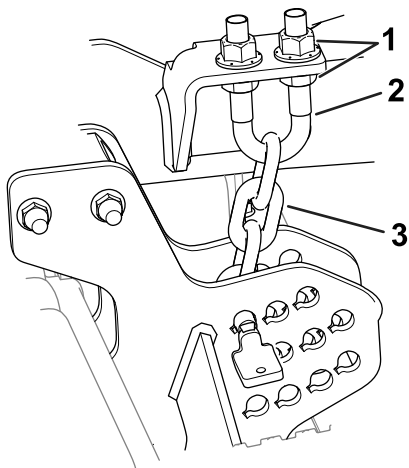

Рисунок 6
6. Ослабьте нижние контргайки на U-образном болте цепи регулировки высоты скашивания (Рисунок 6).
7. Отрегулируйте гайки (Рисунок 6), чтобы поднять или опустить заднюю часть режущего блока таким образом, чтобы кромки задних